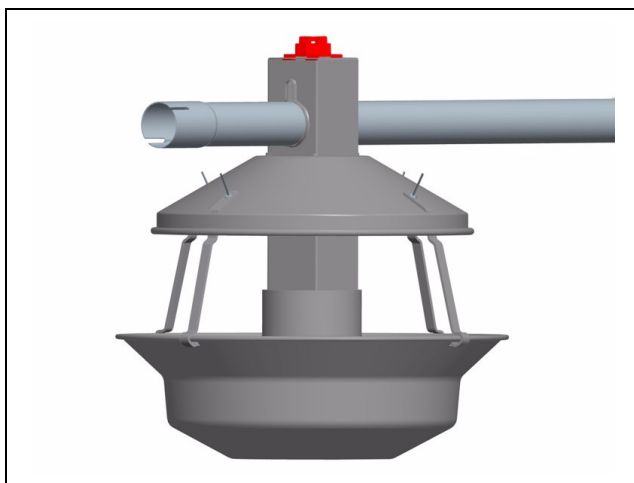

Рисунок 4Q
1. Переместите лоток для кормления индеек в сборе на трубу шнека, как показано на Рисунок 4Q. Установите трубу отвода так, чтобы стенки находились внутри отверстий на ребрах трубы для кормления индеек. Поверните трубу шнека, чтобы отверстие было обращено вниз в трубу отвода. Расположите все шарнирные опоры одинаковым образом и повторите данный шаг для каждого отверстия на трубе шнека.